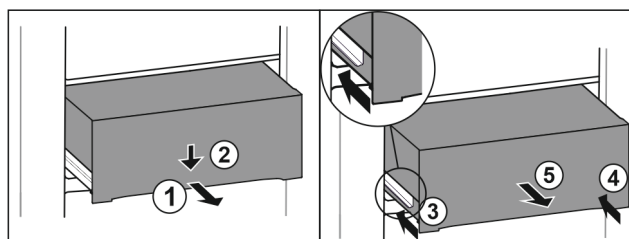

Fig. 189
- Zásuvku napůl vytáhněte. Fig. 189 (1)
- Stlačte zásuvku na přední straně dolů. Fig. 189 (2)
- Zasuňte levou kolejničku přibližně do 2 cm. Fig. 189 (3)
- Zasuňte pravou kolejničku přibližně do 2 cm. Fig. 189 (4)
- Vyjměte zásuvku dopředu. Fig. 189 (5)